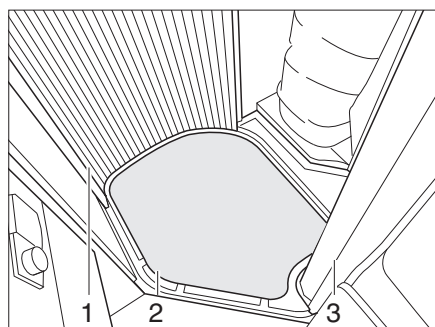

Fig. 98 Copertura della vasca della doccia
- Estrarre la copertura della vasca della doccia (Fig. 98,2).
- Chiudere completamente la parete della doccia (Fig. 98,1 e 3).